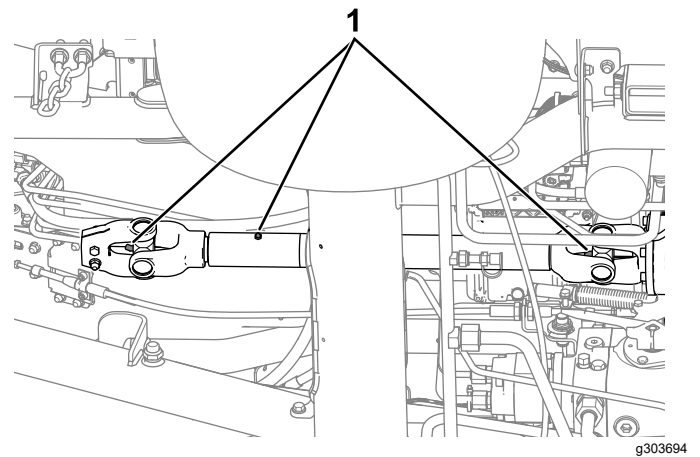

Figura 46
- Árbol de transmisión de la toma de fuerza (Figura 46)